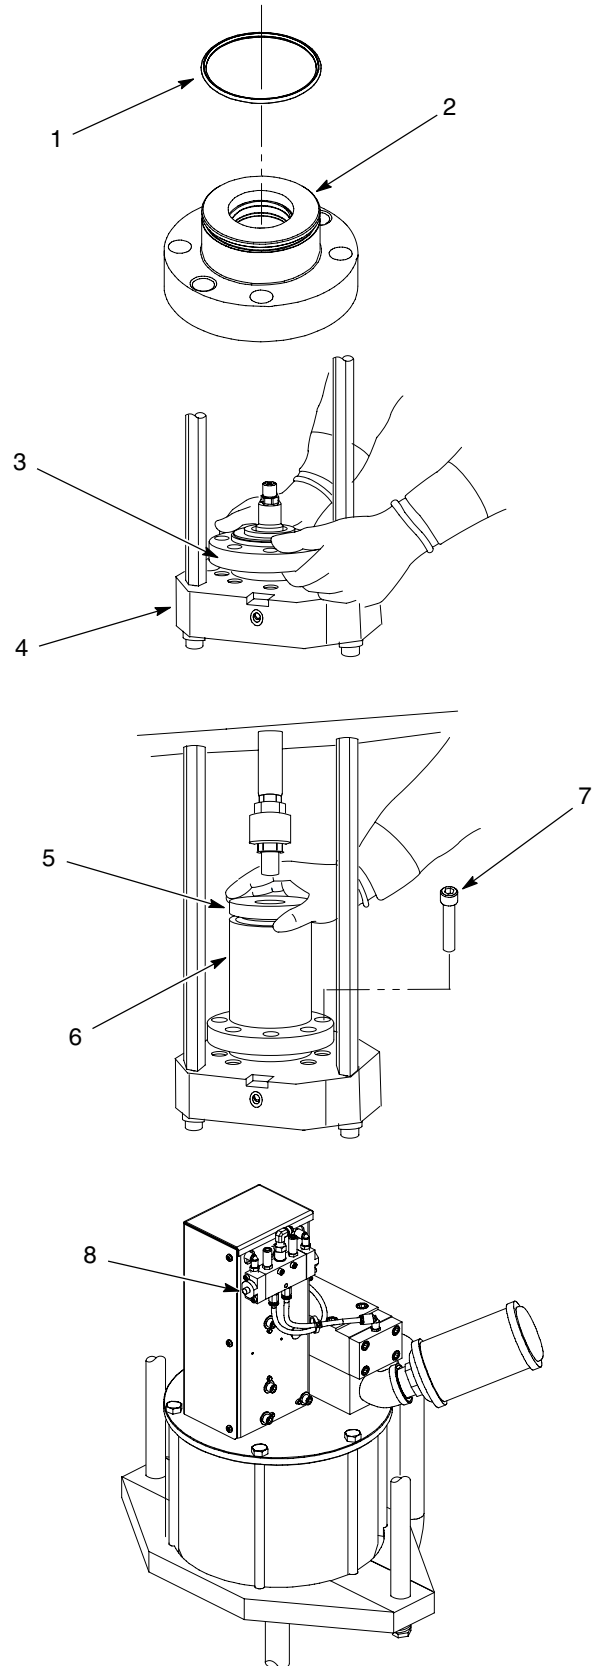

Figura 3 Instalación de la empaquetadura
DESCONECTADO	NOTA: Algunos lubricantes para juntas tóricas pueden reaccionar con el material de aplicación. Ponerse en contacto con el representante de Nordson Corporation para determinar el lubricante de junta tórica correcto. 1. Ver la figura 3. Asegurarse de que la junta tórica de la empaquetadura (1) y el orificio de la empaquetadura (2) están lubricados con lubricante para juntas tóricas. 2. Instalar la empaquetadura (3) en el cuerpo de la bomba (4). 3. Instalar el recipiente de la cámara de disolvente (6) en la empaquetadura. 4. Colocar la herramienta de inserción de la empaquetadura (5) en la parte superior del recipiente de la cámara de disolvente (6).